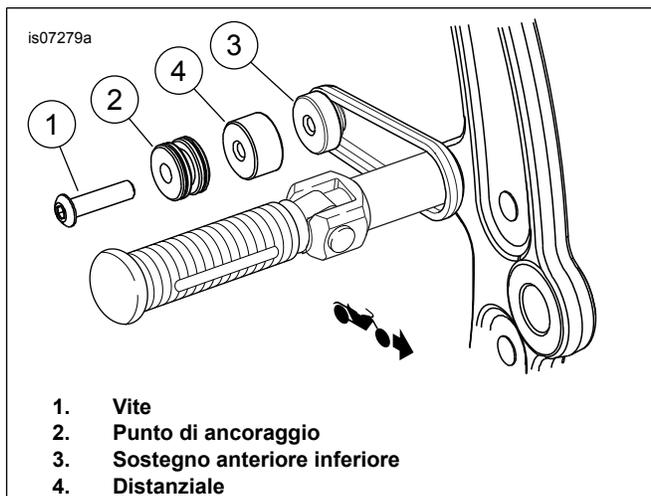

Figura 6. Punto di ancoraggio anteriore inferiore (con altri accessori rimovibili)
1. Vedere Figura 6. Installare il gruppo del supporto della borsa anteriore inferiore (3).
2. Installare il mini punto di ancoraggio (2) e il distanziale (4) sulla vite (1).
4. Inserire la vite (1) nel foro filettato del sostegno anteriore inferiore (3). Serrare la vite a 16,3–24,4 N·m (12–18 ft-lbs).